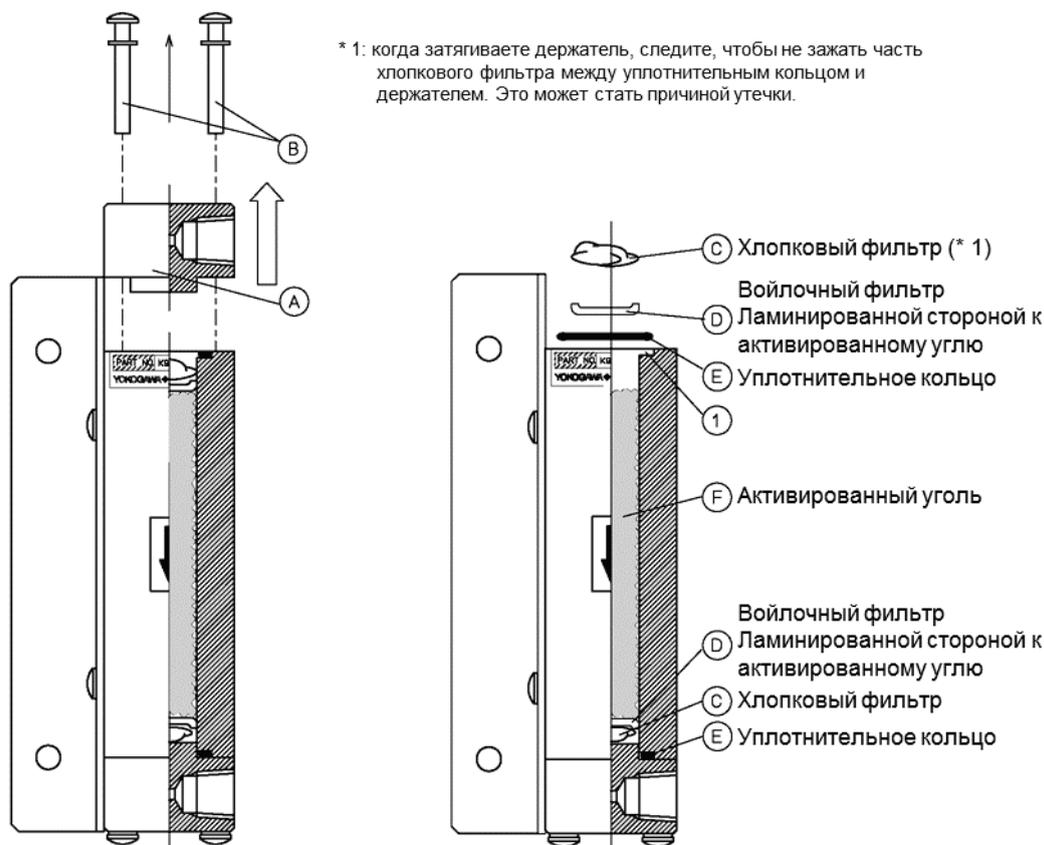

Рисунок 7.4. Замена угольного фильтра
- (1) Открутите четыре винта с шайбами (В) держателя (А) и снимите держатель (А) (рисунок 7.4).
- (2) Снимите хлопковый фильтр (С), войлочный фильтр (D) и уплотнительное кольцо (Е).
- (3) Удаление активированного угля (F).